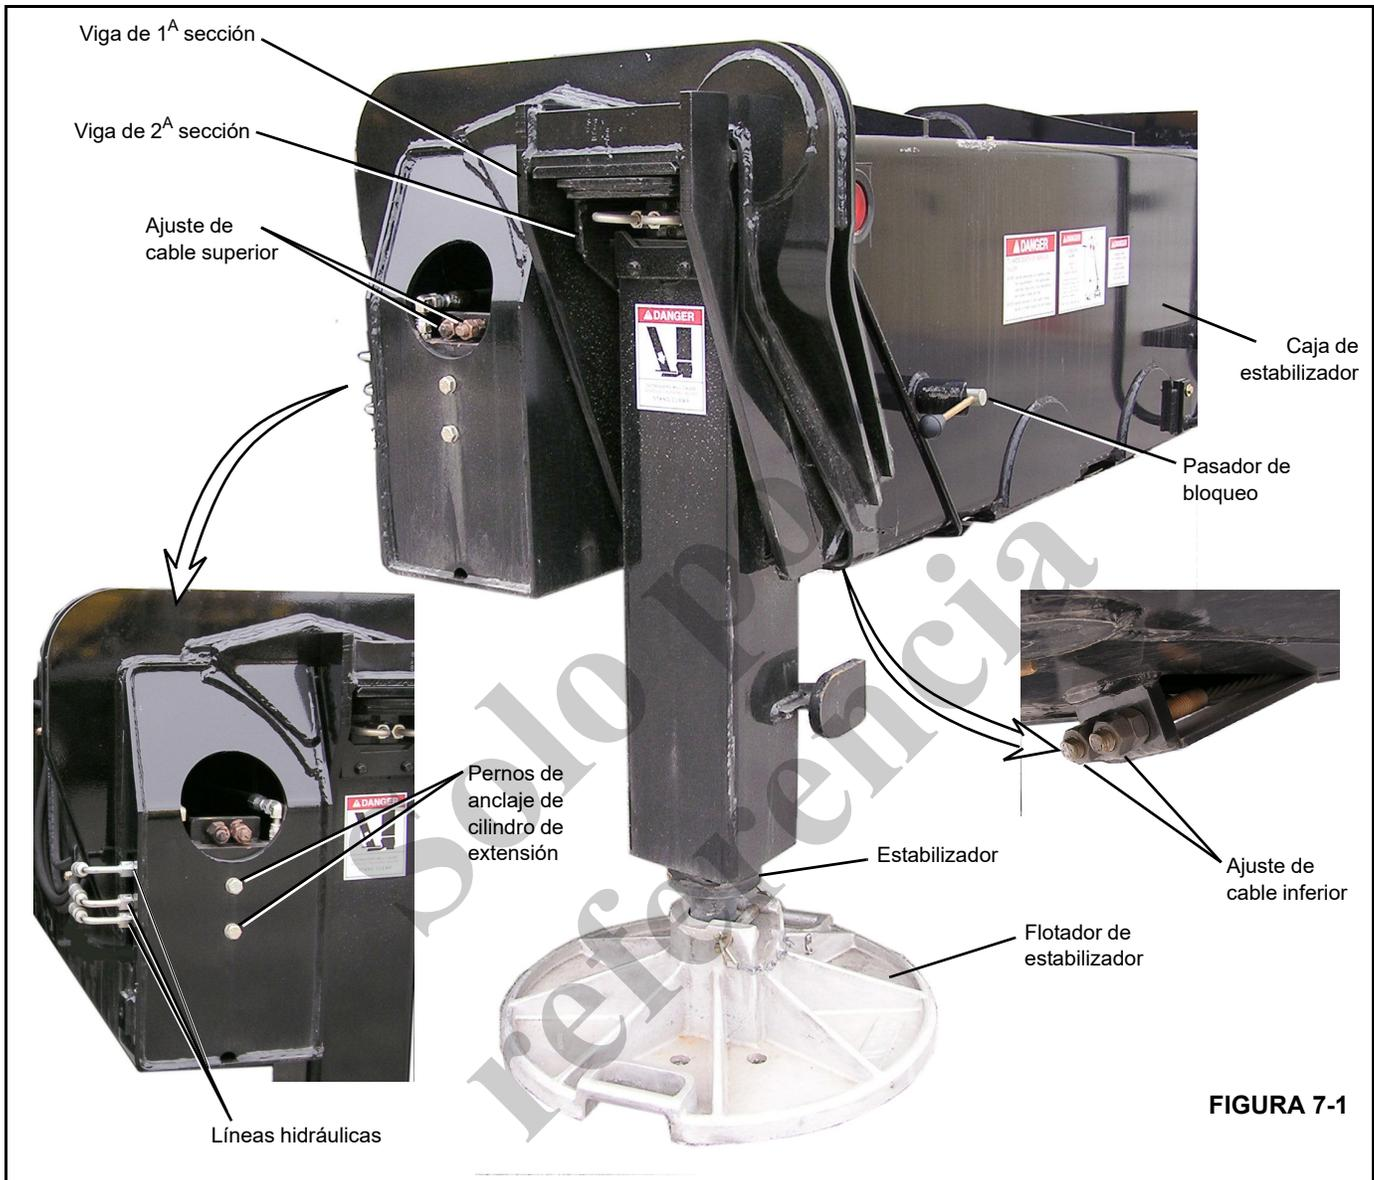

FIGURA 7-1
4. Retire las líneas hidráulicas de la base del cilindro de extensión (Figura 7-1).